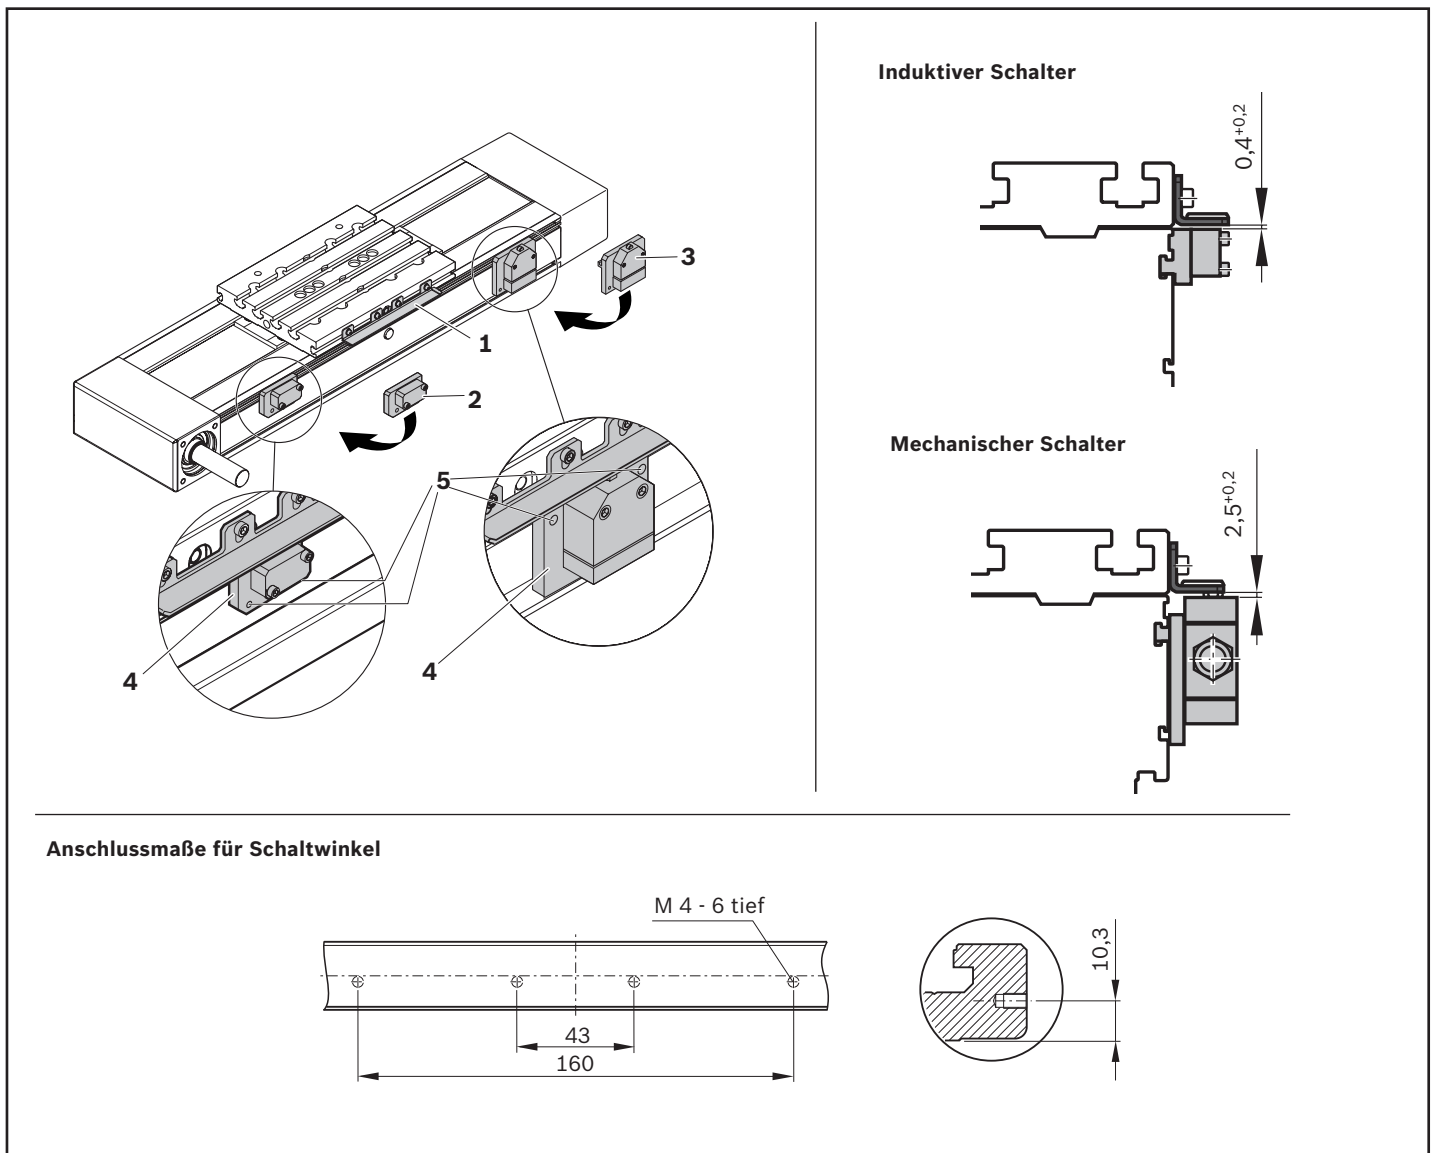

Fig. 10: Montage Schaltsystem am CKK/CKR-200
- Schalterbetätigung erfolgt ausschließlich über Schaltwinkel unter Verwendung der Verbindungsplatte. Fig. 10 zeigt CKR; für CKK ist die Montage identisch.
- Schaltwinkel (1) an der Verbindungsplatte festschrauben.
- Schaltwinkel an den Tischteilaufbauten festschrauben. Anschlussmaße beachten ➡ ☒ Fig. 10.